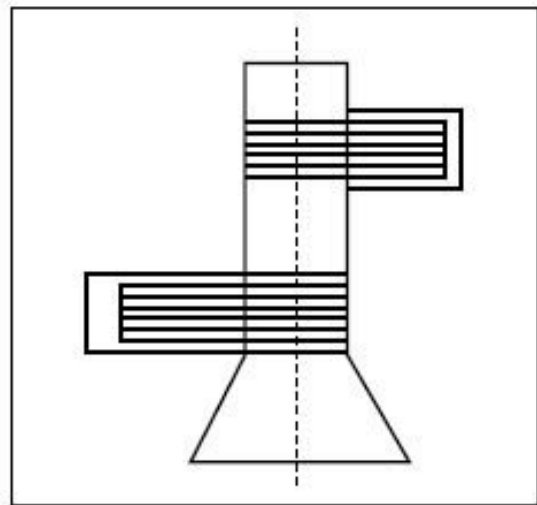

Рис. 9
**Задача 4.2.** В а.с. 235856 описан дозатор для ферромагнитных материалов, отличающийся тем, что вместо механических задвижек использованы кольцевые электромагниты (рис. 9). При выключенном верхнем электромагните материал из бункера поступает в калиброванную трубу – до уровня нижнего (включенного) магнита. Затем включают верхний магнит и выключают нижний. Отмеренная доза материала проходит вниз по трубе. Надо предложить новую и более эффективную конструкцию подобного дозатора.